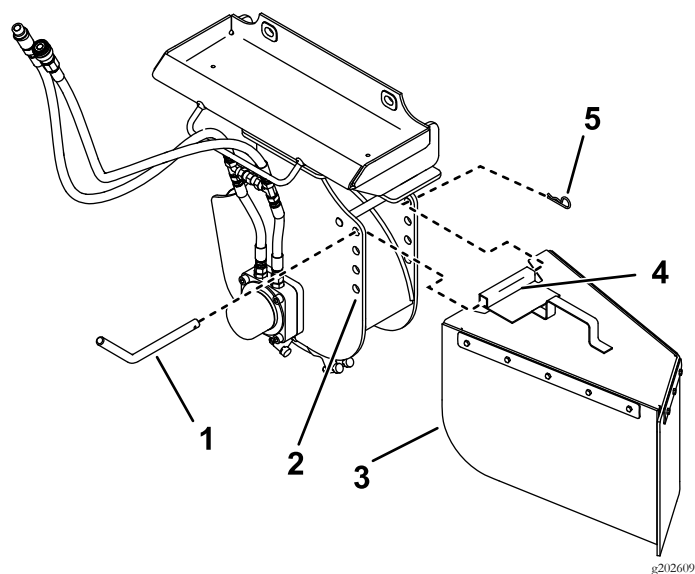

Figura 10
El desbastador de tocones tiene 4 juegos de taladros de montaje para posicionar la coraza (Figura 10). Suba la coraza (taladros superiores) para desbastar cerca del suelo, y bájela (taladros inferiores) para desbastar tocones altos. Instale de la coraza de la siguiente manera:
1. Coloque el tubo de montaje de la coraza entre 2 taladros del desbastador (Figura 10).
2. Deslice el pasador de la coraza por los taladros del desbastador y por el tubo de montaje (Figura 10).
3. Sujete el pasador con un pasador de horquilla (Figura 10).